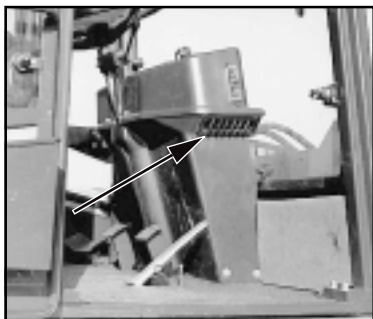

Bild 5-11
(2) Luftstromrichtung an den seitlich angebrachten Ausströmdüsen (Bild 5-11/Pfeil) einstellen.
(1) Selon le besoin en air, positionner le commutateur du ventilateur (5-10/flèche) dans la position „0“, 1 ou 2.
(2) Régler la direction du flux d'air aux sorties d'air latérales (figure 5-11/flèche).